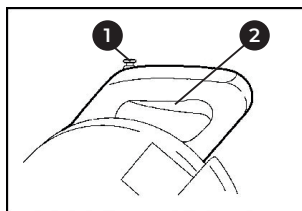

рис. 7
- Для безопасности инструмент снабжен блокирующей кнопкой (1), которая обезопасит вас от нежелательного запуска двигателя. Перед каждым включением удостоверьтесь, что кнопка включения двигателя (2) находится в положении «OFF». Для запуска двигателя необходимо нажать блокирующую кнопку и затем перевести выключатель двигателя в положение «ON» (рисунок 7). Не нажимайте на выключатель двигателя до того, как нажали блокирующую кнопку, это может привести к его поломке.